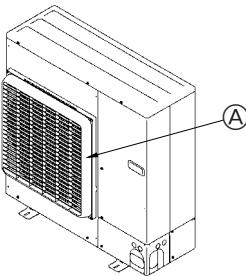

Fig. 2-4
- ② Monter en udblæsningsledeplade og luftledeplade (ekstraudstyr), hvis enheden installeres på et sted, hvor kraftig blæst fra stormvejr osv. kan komme direkte ind i luftudblæsningen. (Fig. 2-4)